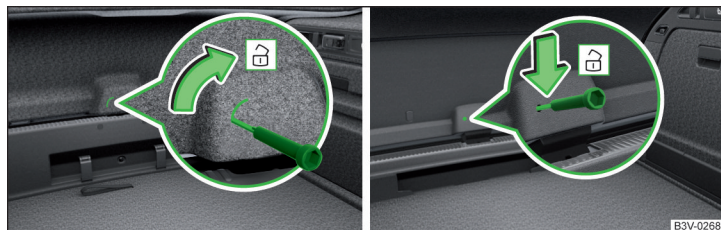

Fig. 351 Desbloquear la tapa: Variante 1 / Variante 2
- Introduzca un destornillador o una herramienta similar hasta el tope en el rebaje o en la abertura del revestimiento de la tapa » fig. 351.